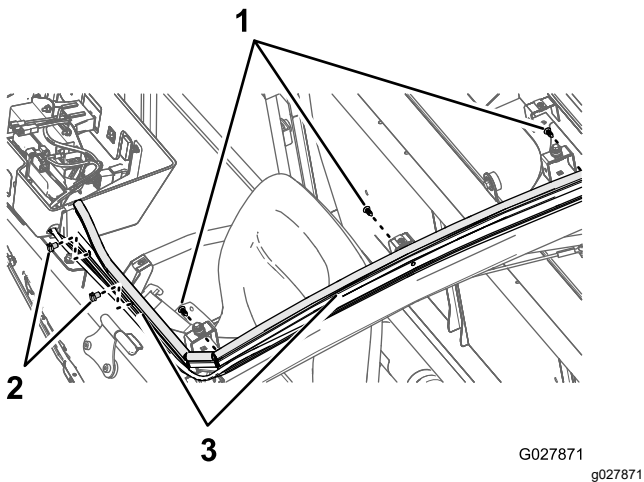

Figura 30
1. Retire los 2 clips que sujetan el arnés de cables de la cabina a la parte delantera izquierda del bastidor de la cabina (Figura 30).
2. Instale 2 fijaciones a presión en los sitios donde retiró los clips del arnés en el paso 1 (Figura 30 y Figura 31).
4. Retire las 3 fijaciones a presión de encima del bastidor de la puerta del lado del conductor (Figura 30).
5. Instale 3 fijaciones a presión en los sitios donde retiró las fijaciones a presión en el paso 4 (Figura 30 y Figura 31).